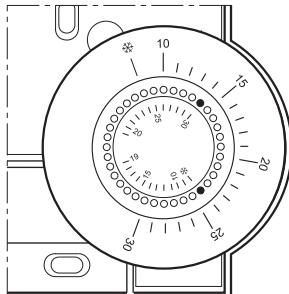

Fig. 16: Limitation de la plage de consigne
- ▶ Placez les deux petites tige dans les trous de la plage de réglage (voir Fig. 16). Se repérer par rapport à l'échelle intérieure : Sur la Fig. 16, les tiges sont insérées de sorte que la plage de réglage soit limitée entre la température protection anti-gel * (limite basse) et 30 °C (limite haute).